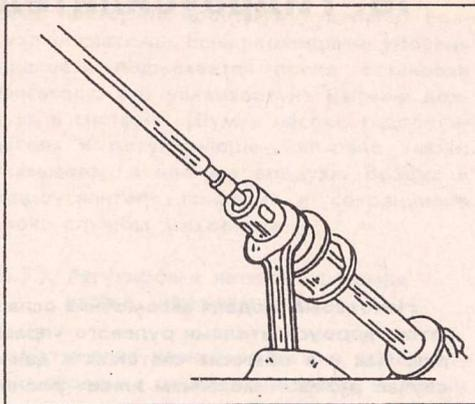

Рис. 235.
- Вытянуть в сторону зубчатую рейку и зажать ее в тисках с мягкими губками. С помощью большого гаечного ключа отвернуть карданный шарнир от зубчатой рейки. Отсоединить поперечную рулевую тягу (рис. 235).